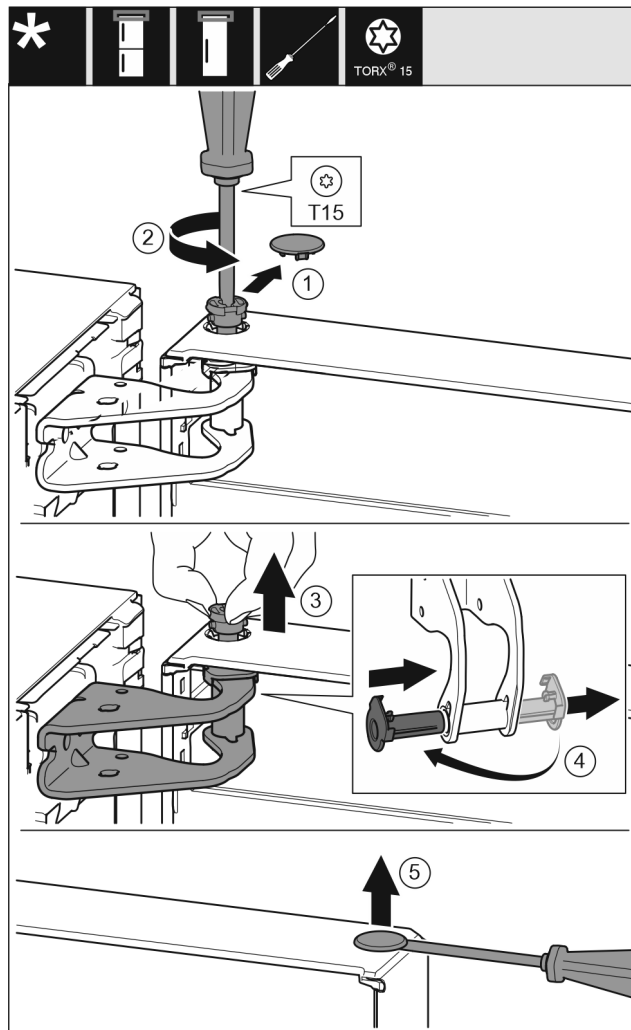

Fig. 7
► Desenroscar un poco el perno con el destornillador T15. Fig. 7 (2)
► Sujetar la puerta y extraer el perno con los dedos. Fig. 7 (3)
► Extraer el casquillo de apoyo de la guía. Introducirlo y encajarlo desde el otro lado. Fig. 7 (4)
► Levantar cuidadosamente el tapón del casquillo de apoyo de la puerta con un destornillador para tornillos de cabeza ranurada y extraerlo. Fig. 7 (5)